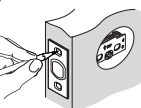

Figura 3c
- Introduzca el pestillo en el agujero manteniéndolo paralelo al frente de la puerta. Delinee el contorno y retire el pestillo (Figura 3c).